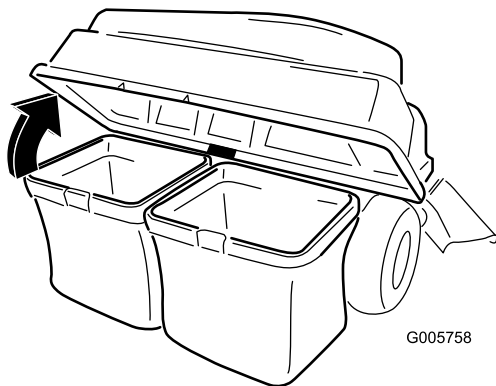

Figura 19
3. Abra (eleve) a parte superior do depósito de recolha (Figura 19).